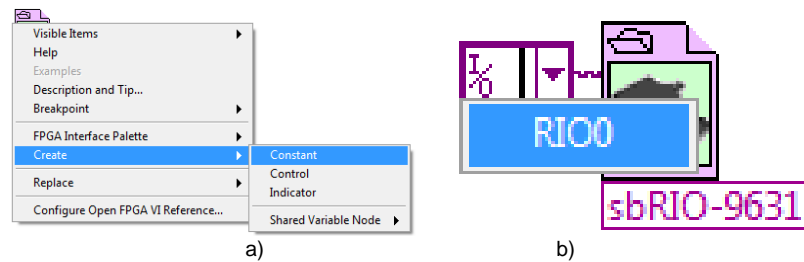

Fig. 29. a) Crear constante b) Especificación del dispositivo.
7. Haga click derecho sobre la entrada de name input seleccione Create y Constant para poder especificar la tarjeta con la que se está trabajando (Fig. 29 a) ). Sobre la constante hacer click en la flecha y seleccionar RIO0 (Fig. 29 b)).